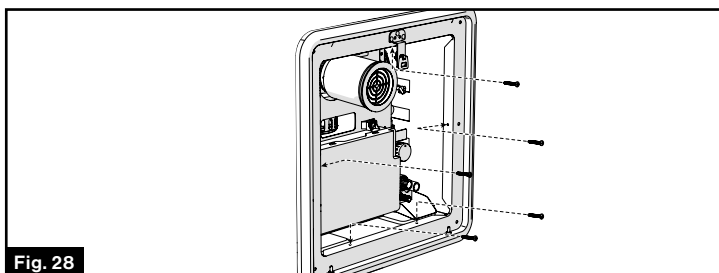

Fig. 28
6. Alignez les trous du corps du chauffe-eau avec les trous de la bride de la porte, montez le cadre de la porte en position en utilisant 5 vis à tête cylindrique #8 (min 1 po) (non fournies). (Fig. 28)